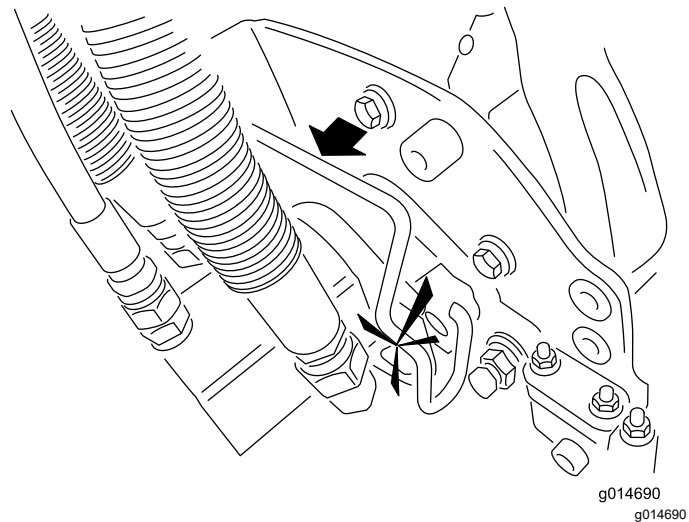

Figura 55
- Cubra el eje acanalado del motor de la unidad de corte con grasa limpia (Figura 55).
- Introduzca el motor en el lado izquierdo de la unidad de corte (visto desde el puesto del operador) y tire de la barra de retención del motor en la unidad de corte hacia el motor hasta que oiga un “clic” en ambos lados del motor (Figura 55).